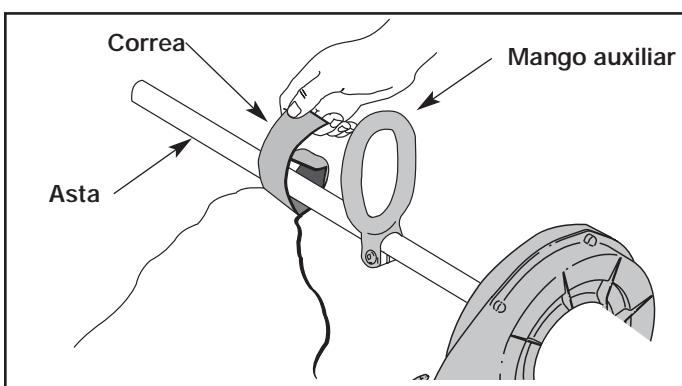

Fig. 2
4. Fije la correa al asta, por encima del mango auxiliar ubicado en el cabezal motorizado. (Fig. 2)